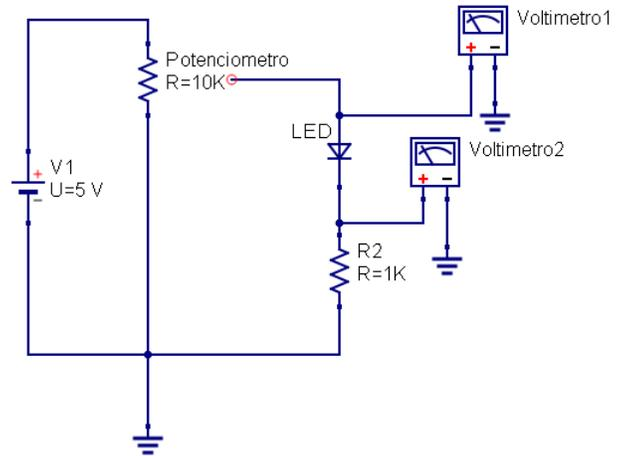

Figura 2.5: Esquema del sistema
2. Armar el Circuito como se muestra en la Figura 2.5